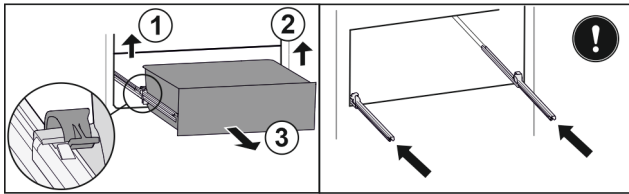

Fig. 40
- ▶ Sollevare il morsetto sinistro e allo stesso tempo tirare in avanti il cassetto sinistro. Fig. 40 (1)
- ▶ Sollevare il morsetto destro e allo stesso tempo tirare in avanti il cassetto destro. Fig. 40 (2)
- ▶ Rimuovere il cassetto tirandolo in avanti. Fig. 40 (3)